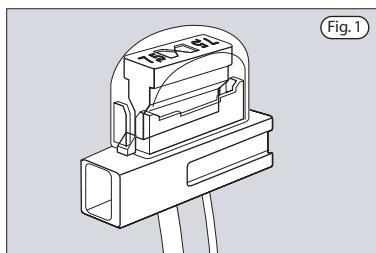

Fig. 1
- Dévisser les vis du couvercle du réservoir de liquide de freins 1 (fig.1) à l'aide de l'outil multifonctionnel.
- Retirer le couvercle 2 (fig.1) et le joint 3 (fig.1).
- Die Schrauben des Deckels des Bremsflüssigkeitsbehälters 1 (Abb.1) mithilfe des Multifunktionswerkzeugs entfernen.
- Den Deckel 2 (fig.1) und die Dichtung 3 (fig.1) entfernen.
- Destornillar los tornillos de la tapa del tanque líquido frenos 1 (fig.1) utilizando el útil multifunción.
- Quitar la tapa 2 (fig.1) y el empaque 3 (fig.1).
- FRENO ANTERIORE: effettua il controllo visivamente sul freno (fig. 1).
- Regola il gioco agendo sul registro 1 (fig. 1) che si trova sotto l'estremità posteriore della trasmissione.
- FRONT BRAKE Check the brake visually (fig. 1).
#### Adjust the play by acting on register 1 (fig. 1) located under the rear end of the transmission.
- FREIN AVANT: effectuer le contrôle visuel du frein (fig. 1).
- Régler le jeu en agissant sur le dispositif de réglage 1 (fig.1) se trouvant au-dessous de l'extrémité arrière de la transmission.
- VORDERRADBREMSE: führe eine Sichtkontrolle der vorderradbremse aus (Abb. 1).
- FRENO DELANTERO: efectuar el control visualmente en el freno delantero (fig. 1).
- Regular el juego actuando sobre el registro 1 (fig.1) que se encuentra debajo del extremo trasero de la transmisión.